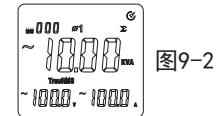

图9-2
- 若需要测量三相总功率，需按“ Σ ”键，如图9-2，将第一相位的当前测量值进行功率求和存贮。